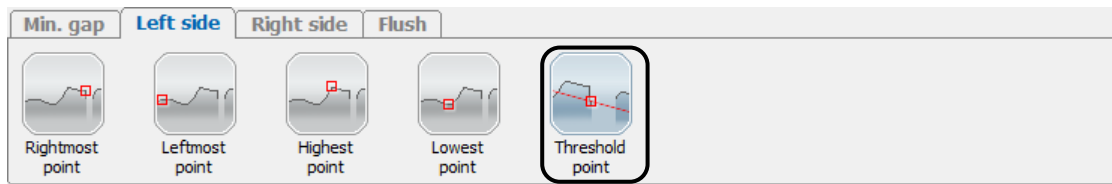

Abb. 3.37: Algorithmus "Threshold point" für den Anfangspunkt eines Spalts, Reiter "Left side"
- Aktivieren Sie die Auswahl des Algorithmus für die Bestimmung des Anfangspunkts eines Spalts, indem Sie z.B. die Registerkarte "Left side" im Bereich "Measurement settings" anklicken (siehe Abb. 3.37).
Im unteren Bereich erscheinen die Auswahl Schaltflächen mit zur Verfügung stehenden Algorithmen (siehe Abb. 3.37).
➡ Wählen Sie den Algorithmus "Threshold point" aus (siehe Abb. 3.37).
- Wählen Sie den Algorithmus "Threshold point" aus (siehe Abb. 3.37).